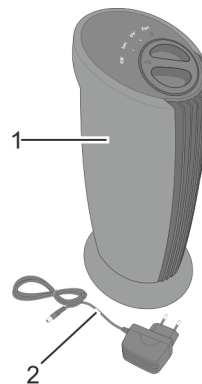

Fig. 1: Vue d'ensemble ioniseur d'air
4. Branchez le bloc d'alimentation (Fig. 1/2) sur une prise secteur.